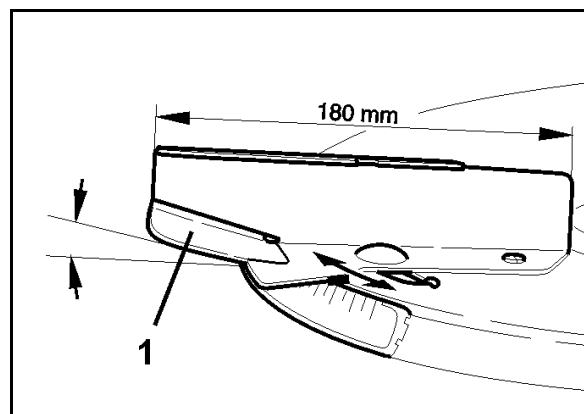

Рис. 58
Более короткие распределяющие лопасти имеют откидывающиеся без помощи инструмента поворотные пластины (Рис. 58/1), которые позволяют осуществлять позднее внесение удобрений в зерновые высотой до 1 м - **без** других принадлежностей.
3. Поверните поворотные пластины (Рис. 58/1) распределяющих лопастей в нужную позицию для стандартного или позднего внесения удобрений.